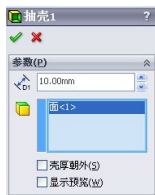
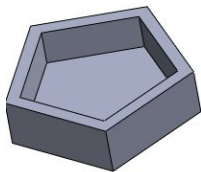

图 4-40 【抽壳】属性设置
图 4-41 生成抽壳特征
(1) 选择【插入】|【特征】|【抽壳】菜单命令，系统弹出【抽壳】属性管理器。在【参数】选项组中，设置 【厚度】为 10mm，单击 【移除的面】选择框，如图 4-40 所示，在图形区域选择模型的上表面，单击 【确定】按钮，生成抽壳特征，如图 4-41 所示。